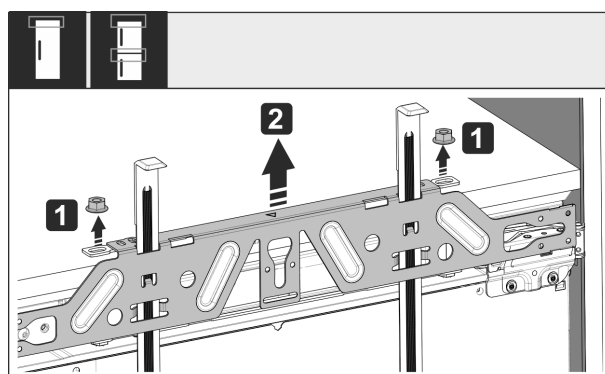

Fig. 51
- Lossa kontramuttern Fig. 51 (1).
- Ta av tvärstaget Fig. 51 (2).